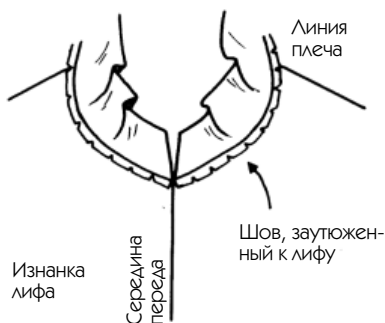

Рис. 179
6. Заутюжьте шов к изнанке лифа (рис. 179).
3. Пришейте линию втачивания воротника вручную стежками «назад иголку» вровень со строчкой. Сделайте засечки, затем обметайте, обойдя их. Заутюжьте шов к лифу (рис. 179).